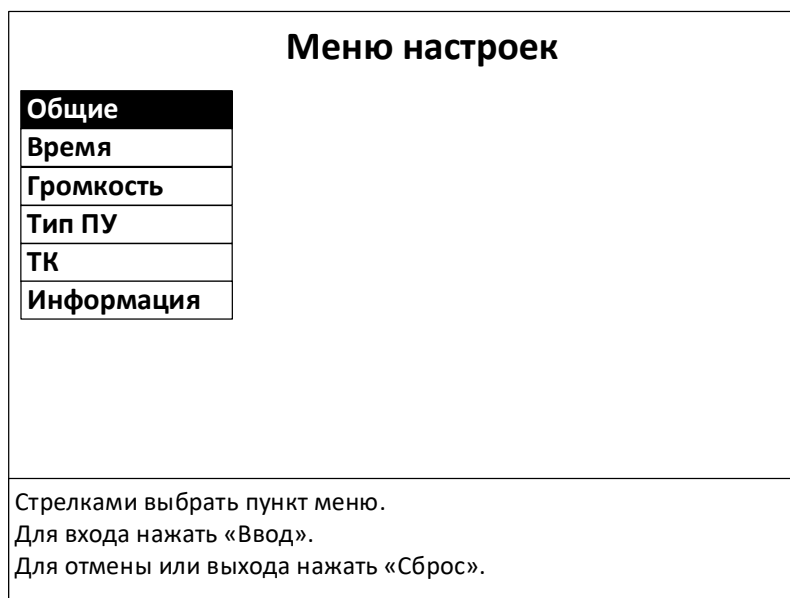

Рис.4.3
4.3.1 Для входа в меню необходимо набрать #09. На дисплее будет отображаться окно «Меню настроек» рис. 4.3